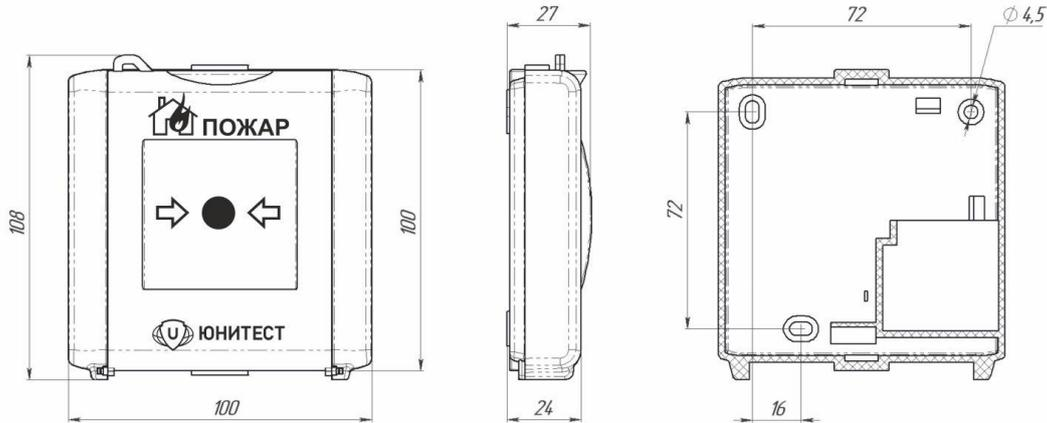
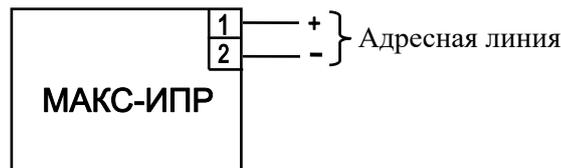

Рис.1. Габаритные и установочные размеры извещателя.
Рис. 2. Назначение клемм извещателя МАКС-ИПР.
2.1.2. Габаритные и установочные размеры показаны на рис.1, назначение клемм – на рис.2,3.